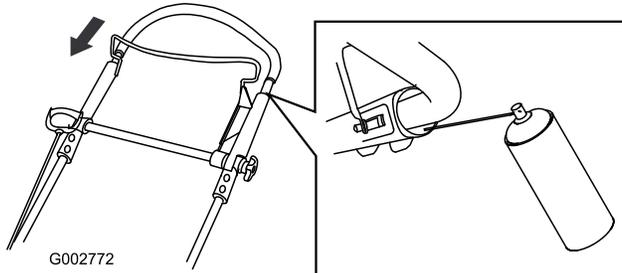

Figura 35
2. Spingete completamente verso il basso la sezione superiore della stegola e spruzzate il prodotto sulla superficie interna di plastica della parte esterna della stegola (Figura 35).